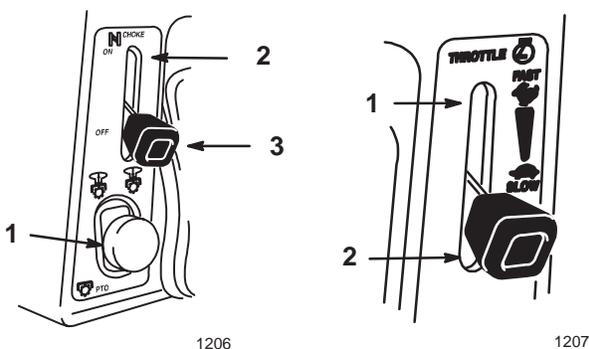

Abbildung 4
3. Das Mähwerk auskuppeln (Abb. 4).
4. Den Chokehebel auf "ON" stellen (Abb. 4).